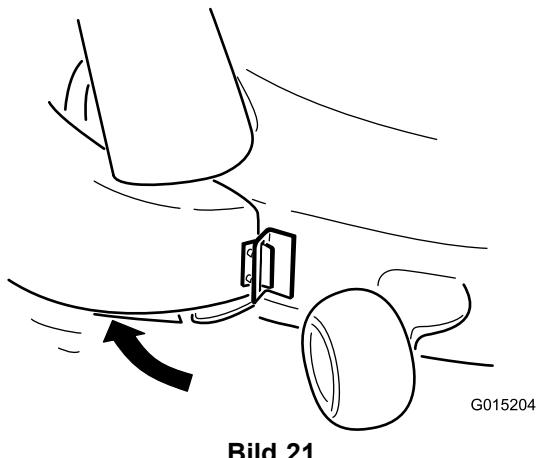

Bild 21
2. Drehen Sie den Auswurfkanal nach hinten zum Mähwerk, sodass der Auswurfkanal mit dem Mähwerkgehäuse bündig ist (Bild 21).